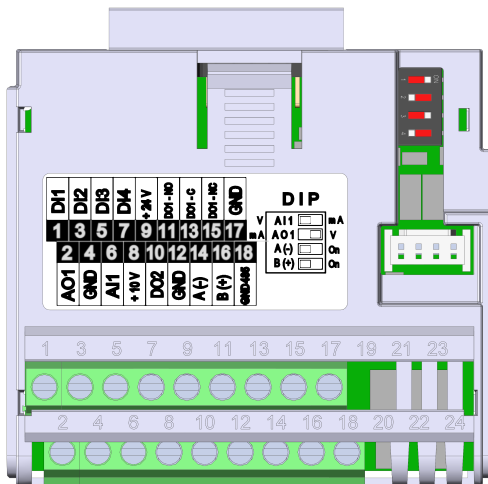

Figura 19.1: Módulo Plug-in CFW500-IO5
El módulo plug-in CFW500-IO5 posee solamente la interfaz Serial (1) a través de la puerta RS-485 en los bornes 14 (A-) y 16 (B+), vea la Figura 19.1 en la página 19-1. Vea también, el GND485 en el terminal 18 está aislado del GND en los terminales 17 y 4.